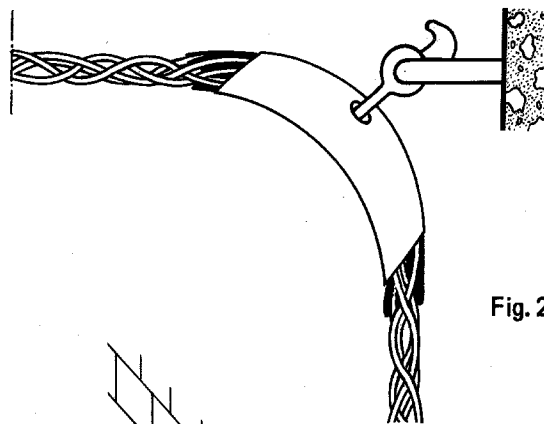

Fig. 2
-- Le crochet à scellement sur lequel se fixe le renvoi d'angle est toujours disposé dans un plan horizontal (fig. 2).